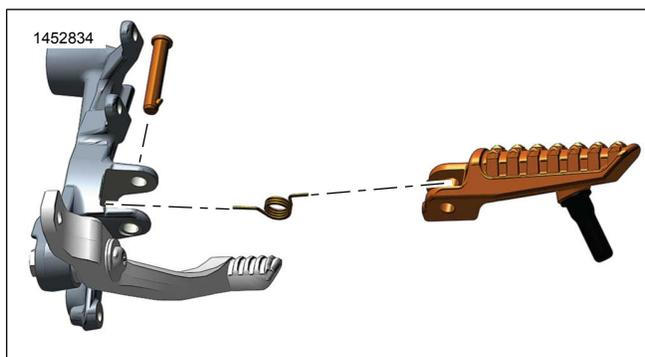
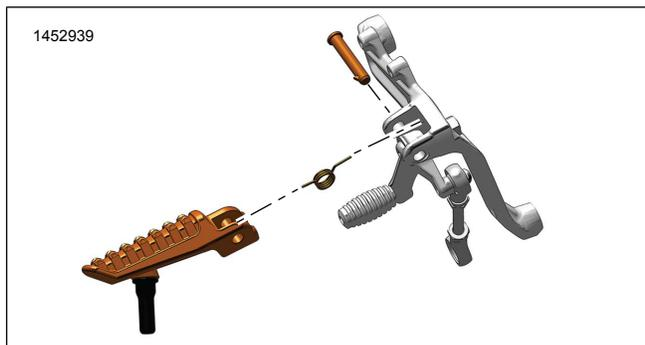

Figure 3. Repose-pied - Conducteur - Droit
Figure 4. Repose-pied - Conducteur - Gauche
- a. Couvrir la zone du ressort de rappel (B) de l'ensemble repose-pied avec un chiffon d'atelier.
- b. Voir Figure 3 ou Figure 4 . Tirer l'ensemble repose-pied vers l'extérieur, le retirer du cadre du véhicule.